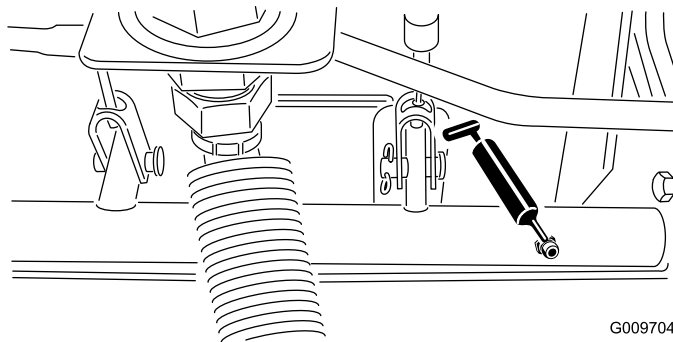

図 43
- 図 43 に示す、ブレーキシャフトのピボットのベアリング 5 ヶ所